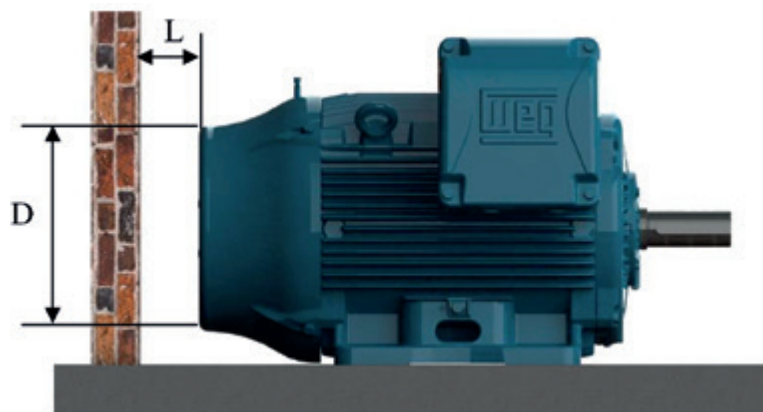

Bild 7.1 - Mindestabstand zwischen dem Motor und der Wand
- Die Luftein- und Luftauslässe dürfen nicht abgedeckt oder verstopft sein. Der empfohlene Einbauabstand zwischen der Lufteintrittsöffnung des Motors und einer Wand (L) muss wenigstens $\frac{1}{4}$ des Durchmessers der Lufteintrittsöffnung betragen, siehe Bild 7.1. Die Temperatur der angesaugten Kühlluft muss gleich der Umgebungstemperatur sein und darf niemals die auf dem Leistungsschild angegebene Grenztemperatur überschreiten.